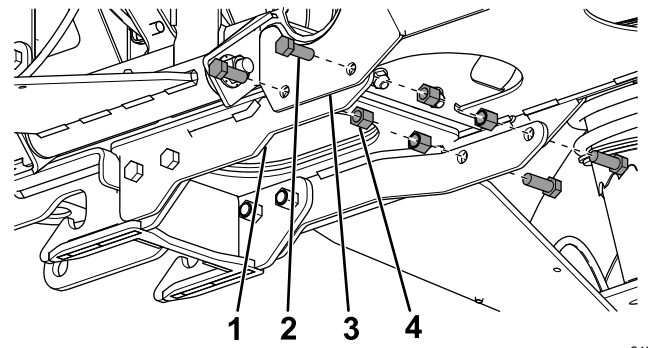

Figura 4
5. Sujete el soporte trasero al bastidor del vehículo con 4 pernos y contratuercas (Figura 4).